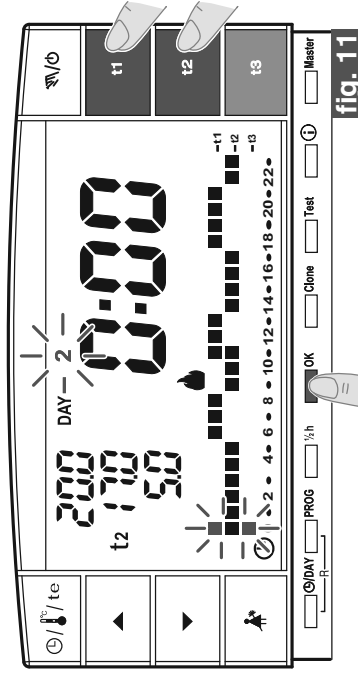

fig. 11
- Terminada la programación de las temperaturas del día **Lunes**, volver a programar en caso de error, (utilizar las teclas  para desplazar rápidamente la hora que se va a programar en la escala de 24 h: la hora respectiva aparecerá en la pantalla) o presionar la tecla **OK** para confirmar el programa configurado. Confirmando con **OK** grabará en la memoria el programa configurado (para el Lunes) y en la pantalla aparecerá parpadeante el día Martes (2) así como los segmentos de la hora **0:00** de la escala térmica programada para el día anterior (fig. 11).
- Si se desea la misma escala térmica del Lunes, presionar la tecla **OK** (ej. fig. 11): se activará la misma escala para el **Martes** y parpadeará el día **3 Miércoles** y los segmentos de la hora **0:00**.